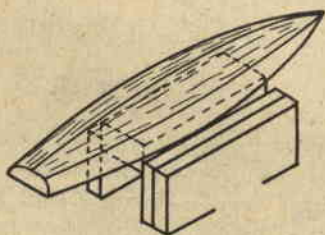

Fig. 6
8. - Portate l'esterno dello scafo alla forma indicata in fig. 6.